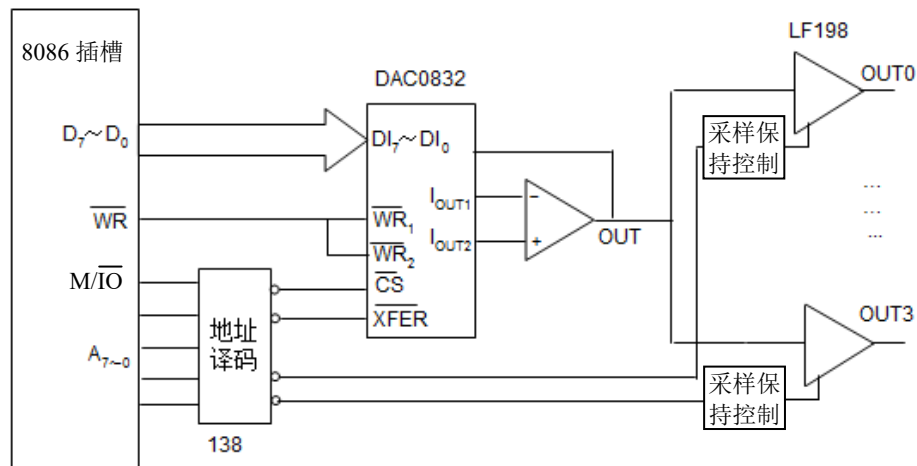

图 5
1. (12 分) 参考图 5 所示, 4 路模拟量输出通道设计方案, 试完成: